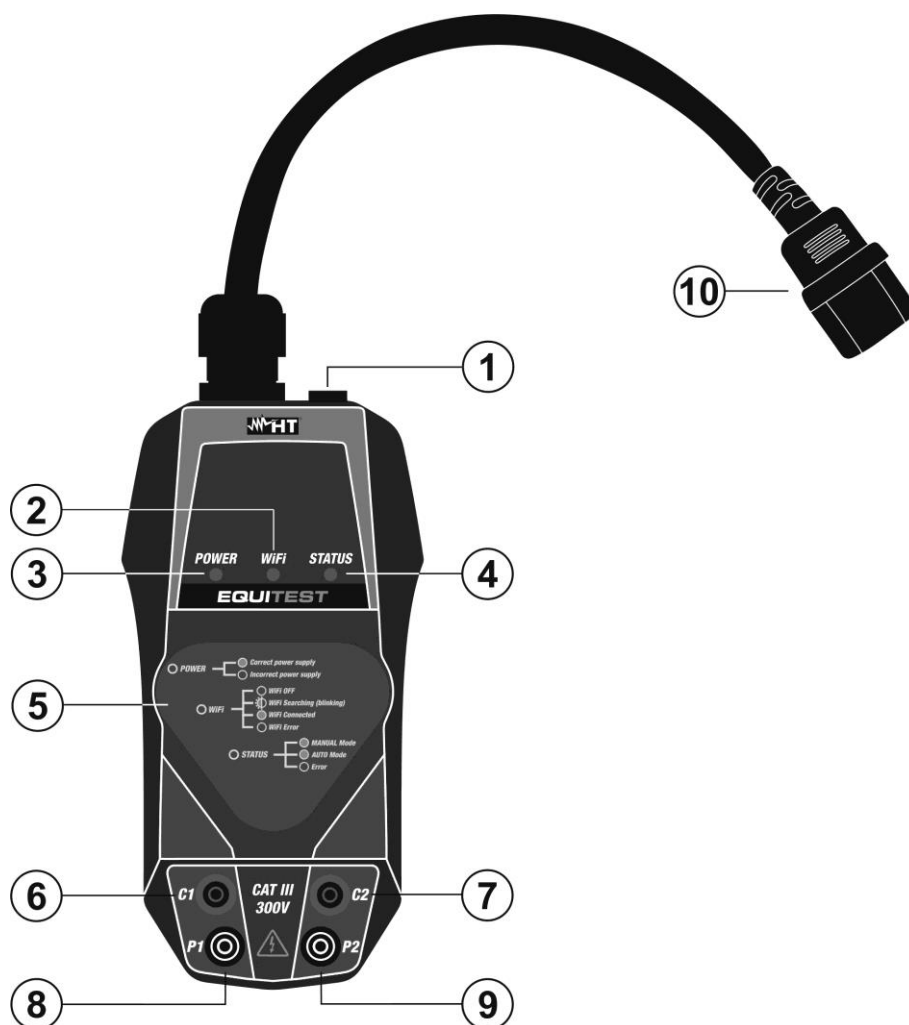
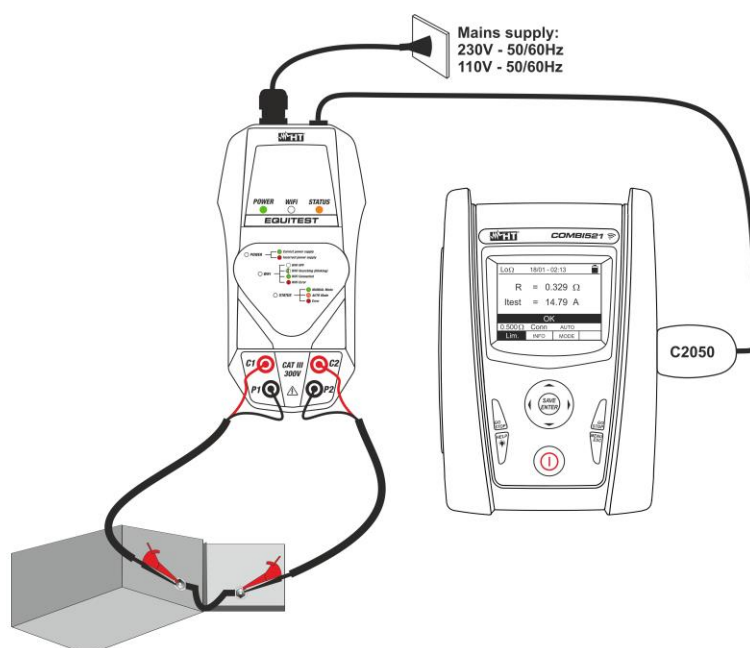

Abb. 1 Beschreibung des Instruments
Abb. 3 Verwendung des Instruments mit MASTER-Einheit
- Verbinden Sie das Instrument mit dem Netz mittels des mitgelieferten Netzkabels (siehe Abb. 1 – Teil 10). Die **POWER** LED schaltet auf dauerhaftes **grün** ein, um die korrekte Versorgungsspannung anzugeben, die **STATUS** LED schaltet auf konstantes **grün ständig** ein, um den Betrieb des Instruments im manuellen Modus anzugeben (siehe die Bedienungsanleitung des MASTER Instruments), die **WiFi** LED schaltet sich **grün blinkend** ein, um anzugeben, dass das Instrument versucht (wenn verfügbar) eine WiFi-Verbindung mit einem externen Mobilgerät über die **HT Equitest** APP (siehe § 5.2) und hat keine Funktionalität in der Verbindung mit dem MASTER-Instruments
- Verbinden Sie das Instrument mit dem MASTER Instrument (siehe Abb. 3) durch das mitgelieferte Kabel **C2050** (siehe Abb. 1 – Teil 1)
- mit den Eingangsbuchsen **P1** und **P2**, und die zwei roten Kabel mit den Eingangsbuchsen **C1** und **C2** (siehe Abb. 3)
5. Verbinden Sie die Krokodilklemmen des Kabelsatzes **C7000** mit den Enden des zu testenden Gegenstandes (siehe Abb. 3).
7. Bei Auswahl des **automatischen Modus** am MASTER Instrument (Messung aktiviert ohne Drücken der **GO/STOP** Taste), prüfen Sie, ob die **STATUS** LED konstant **orange anzeigt**. Verbinden Sie die Krokodilklemmen mit den Enden des zu testenden Gegenstandes (siehe Abb. 3), um den Test automatisch zu aktivieren.
- Verbinden Sie das Instrument mit dem Netz mittels des mitgelieferten Netzkabels (siehe Abb. 1 – Teil 10). Die **POWER** LED schaltet auf dauerhaftes **grün** ein, um die korrekte Versorgungsspannung anzugeben, die **STATUS** LED schaltet auf konstantes **grün ständig** ein, um den Betrieb des Instruments im manuellen Modus